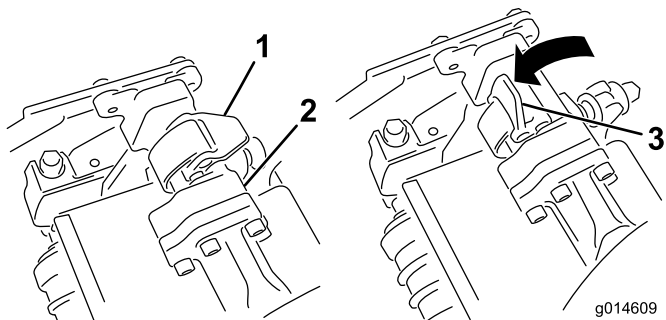
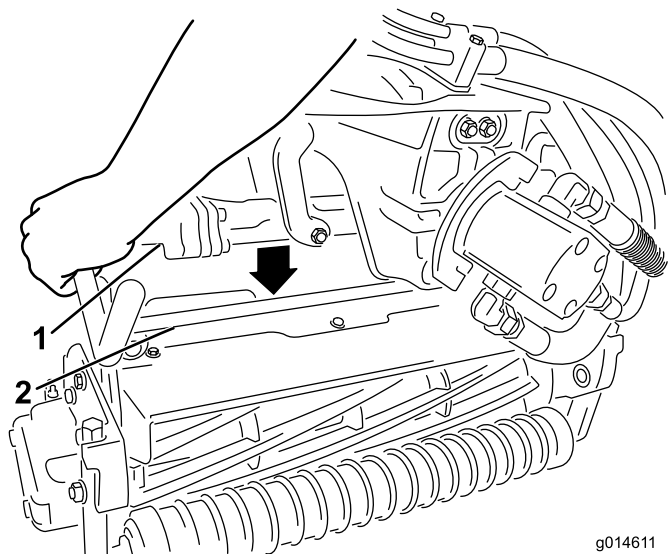

Figura 33
Figura 34
4. Con i fermi del braccio di sospensione rivolti verso l'alto (cioè aperti) (Figura 33), premete il braccio di sospensione verso il basso in modo che la barra si inserisca nella barra della parte superiore dell'apparato di taglio (Figura 34).
5. Chiudete i fermi spostandoli verso il basso e attorno alla barra dell'apparato di taglio, quindi bloccateli in posizione (Figura 33).
5. Aprite i fermi sulla barra del braccio di sospensione dell'apparato di taglio che state rimuovendo (Figura 33).